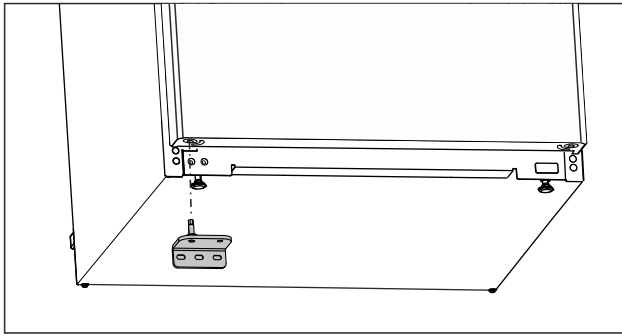

Fig. 20
- Unteren Lagerbock auf der Gegenseite einsetzen. (siehe Fig. 20)